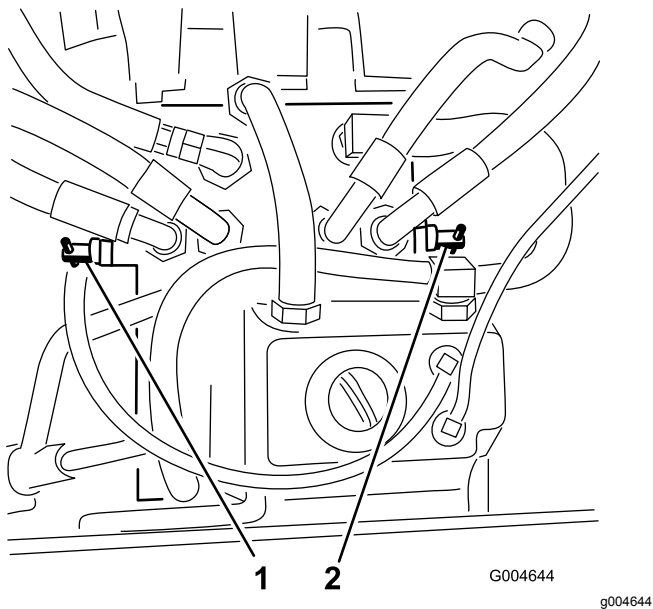

図 26
2. それぞれのバイパスバルブ 図 26を左回りに 1 回転させる。
4. バイパスバルブを右回りに 1 回転させて閉じる 図 26。